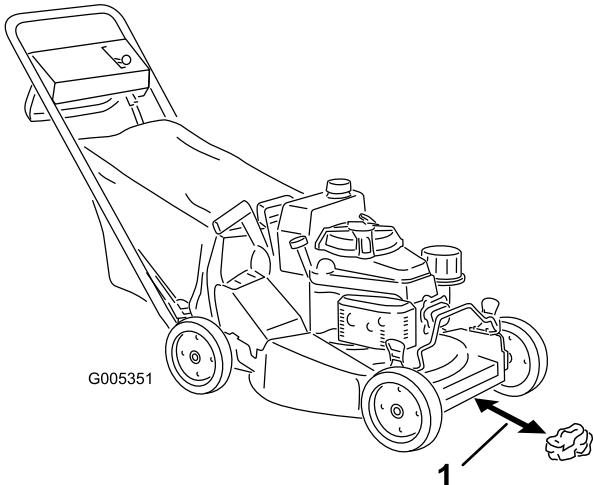
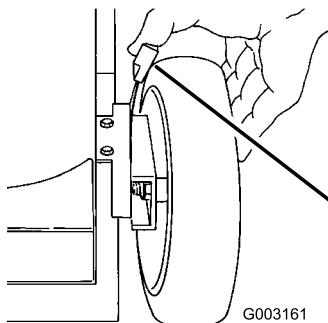

Figure 15
Figure 20
3. Réglez les 4 roues à la hauteur de coupe de 64 mm (2,5") (Figure 20).
4. Placez le levier de changement de vitesses en position point mort (N).
5. Roulez en boule une demi-feuille de papier journal (environ 76 mm de diamètre) et placez-la sous le plateau de coupe, comme illustré à la Figure 15.
6. Placez une boule de papier journal à 12,7 cm devant la tondeuse (Figure 15).
- A. Placez une boule de papier journal à 12,7 cm devant la tondeuse (Figure 15).
1. Tirez le levier de réglage de hauteur vers la roue (Figure 20) et amenez-le à la position voulue.